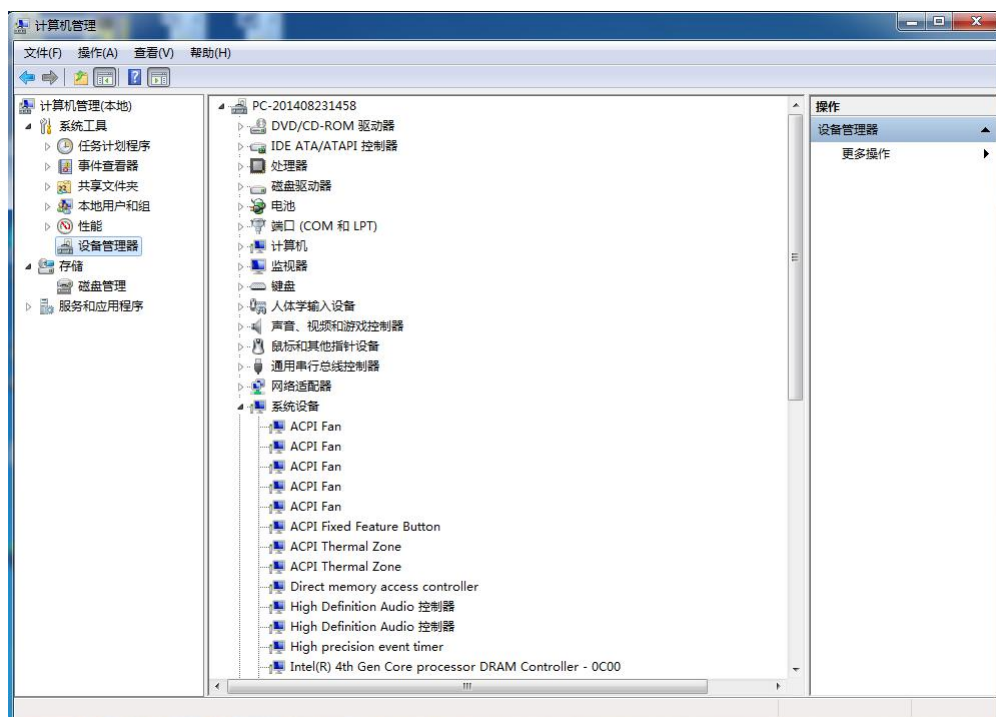
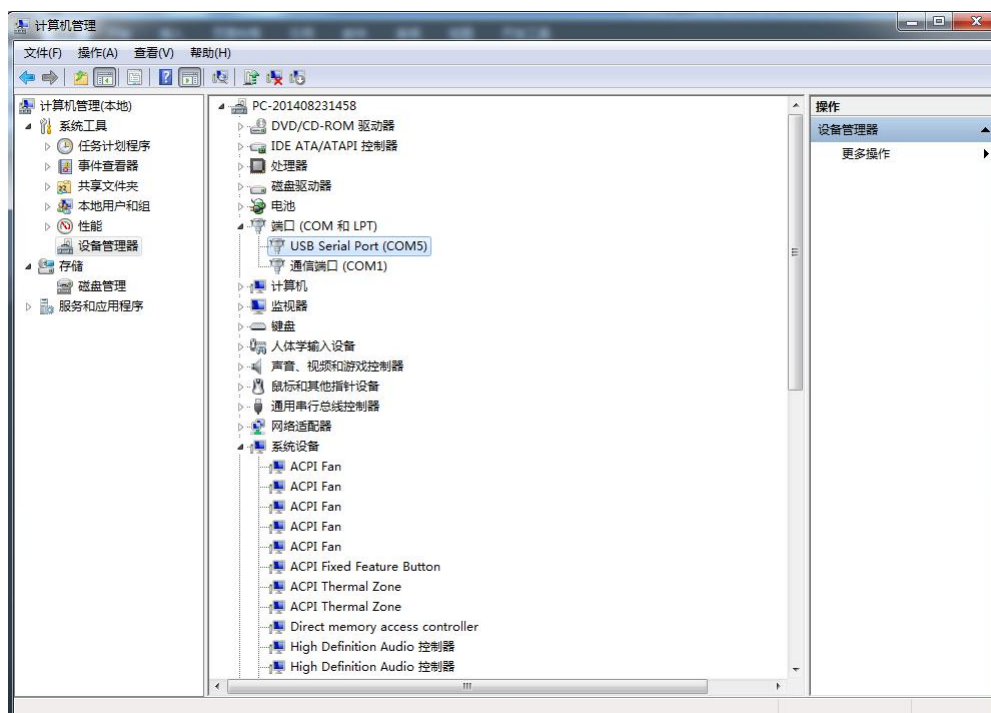

图 3.1.9 设备管理器
图 3.1.10 USB Serial Port
- 在打开窗口中，点击“设备管理器”，如下图 3.1.9 所示：
- 在图 3.1.9 窗口中展开“端口”分支项，其中的“USB Serial Port (Com 5)”，即为 LPSDM 连接的 COM 口，如下图 3.1.10 所示。